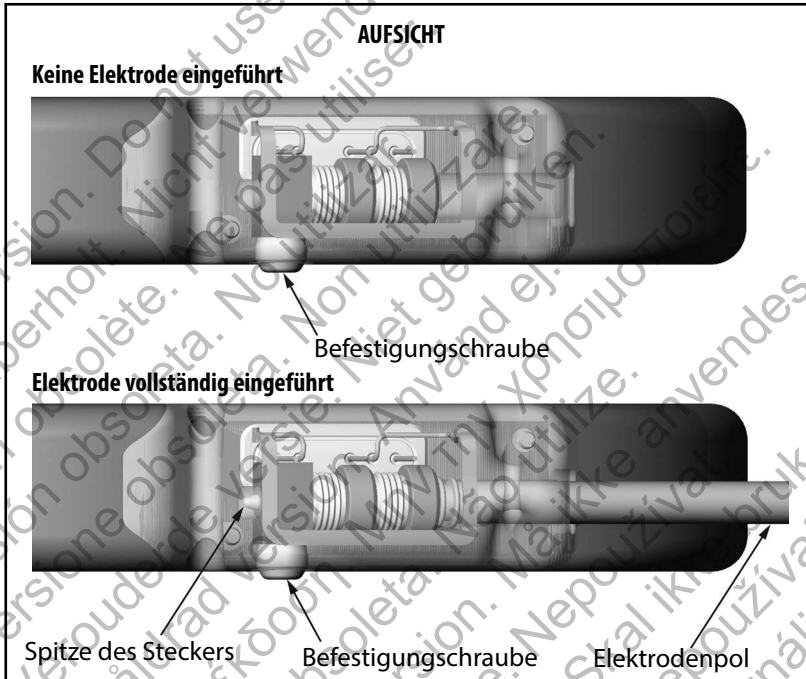

Abbildung 17: Position des Steckers der subkutanen Elektrode
3. Führen Sie den Stecker der subkutanen Elektrode mit positioniertem Drehmoment-Schraubendreher vollständig in den Elektroden-Anschluss ein. Greifen Sie die subkutane Elektrode in der Nähe des Steckers, und führen Sie sie gerade in die Anschlussbuchse hinein. Die Elektrode ist vollständig in den Anschluss hineingeschoben, wenn die Spitze des Steckers von oben gesehen über die Stecker-Aufnahme hinaus sichtbar ist. Siehe Abbildung 17 für eine Darstellung der Stecker-Aufnahme des Anschlussblocks ohne eingeführte Elektrode (oberes Bild) und mit vollständig eingeführter Elektrode (unteres Bild). Drücken Sie leicht auf die subkutane Elektrode, damit sie ihre Position beibehält, und stellen Sie sicher, dass sie vollständig in der Anschlussbuchse eingesetzt bleibt.